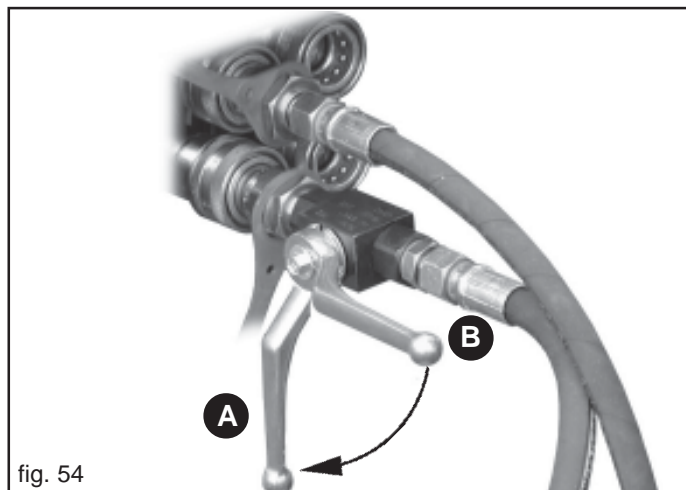

fig. 54
Die den Wagen antreibende Druckölleitung ist mit einem Hahn ausgestattet (Abb. 54), der nützlich ist, um eine unbeabsichtigte Bewegung zu verhindern.
Nach dem Vorbereiten des Anbaugeräts für den Straßentransport den Kreislauf der ölhdraulischen Anlage des Wagens schließen, indem der Griff des Hahnes in die angegebene Position gebracht wird (A, Abb. 54).
Die Sicherheitsstifte entfernen und die Sämaschine vollständig vom Boden heben, bevor die Seitenrahmen bewegt werden (1-Abb. 57, 2-Abb. 58). Den Kreislauf der ölhydraulischen Anlage des Wagens öffnen (B, Abb. 54).
**Nach dem Vorbereiten des Anbaugeräts für den Straßentransport den Kreislauf der ölhydraulischen Anlage des Wagens schließen, indem der Griff des Hahnes in die angegebene Position gebracht wird (A, Abb. 54).**